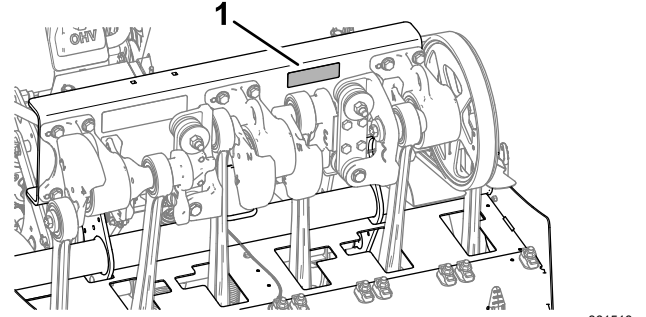

图 171
3. 检查打孔头紧固件、分药手柄紧固件和车轮螺母确保它们保持适当的扭矩。紧固件扭矩规定载于打孔头支撑槽的螺栓扭矩标贴上图 171。